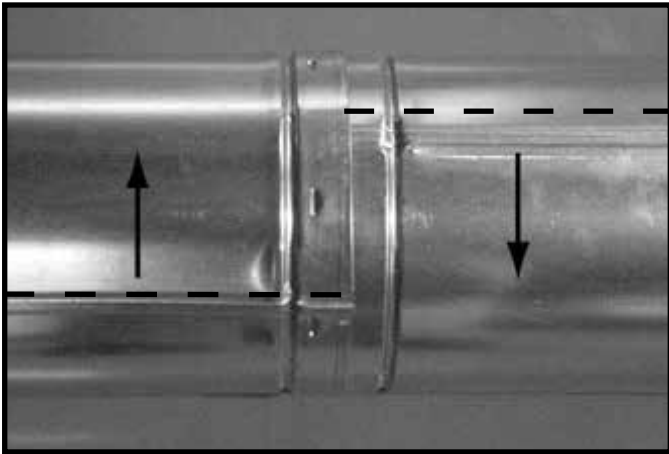
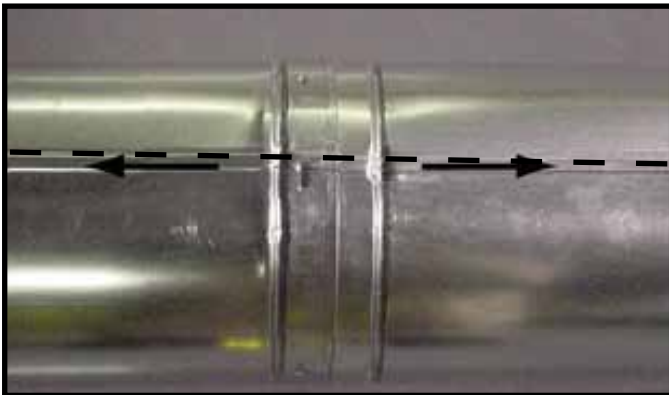

Figure 10.7 Pivoter les joints soudés pour démonter
Figure 10.8 Aligner les joints soudés et démonter les sections de conduit.
- Faites pivoter l'une des sections (figure 10.7), de façon à ce que les joints soudés des deux sections de conduit soient alignés, comme il est indiqué à la figure 10.8.